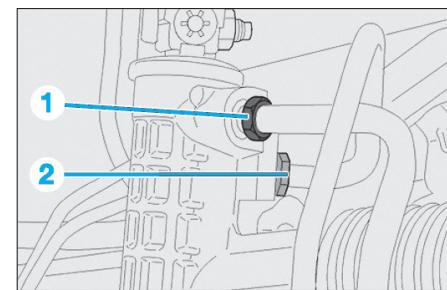

Fig. 13
- Désenrouler les raccords (1) et (2) du boîtier de direction (Fig.13).